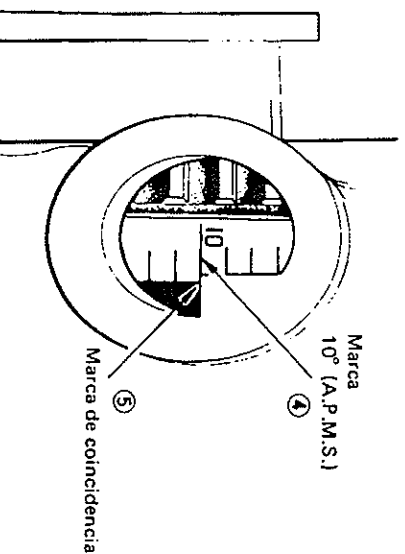

Fig. 8-23
Si la marca (4) coincide con la marca (5) de la caja de velocidades, significa que el encendido está correctamente regulado (Ver Fig. 8-23).